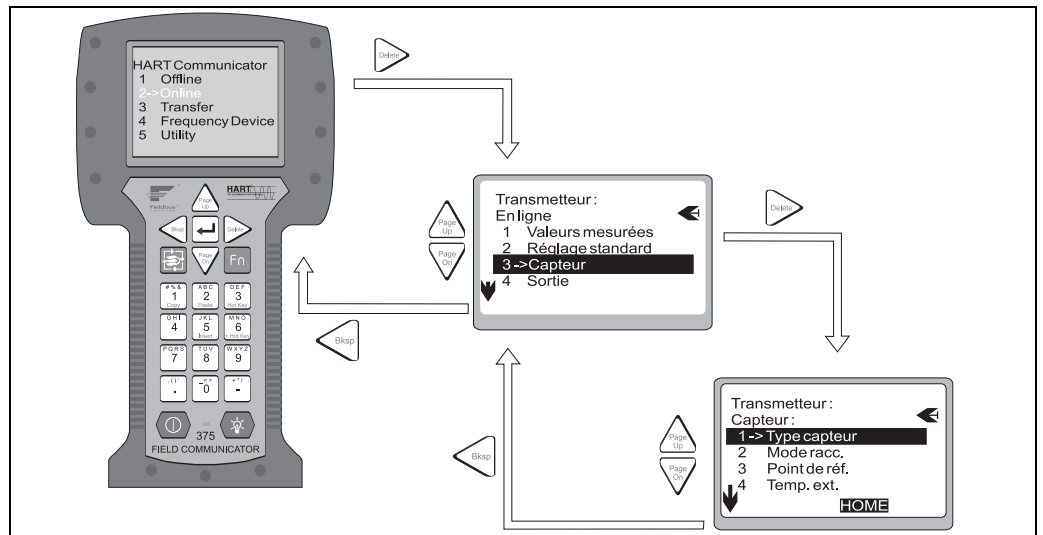

fig. 11 : Configuration sur le terminal portable pour 'Entrée capteur'
- L'appareil de mesure est déjà raccordé. Il apparait tout de suite le premier niveau de la matrice de programmation (v. fig. 11). Dans cette matrice sont systématiquement agencées toutes les fonctions accessibles sous HART®.